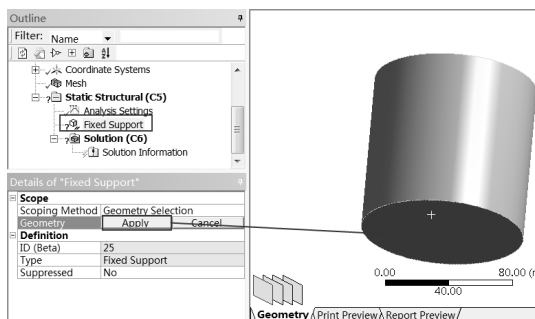

图 14-61 施加固定约束
Step3：选择 Fixed Support 选项，在工具栏中单击 按钮选择如图 14-61 所示的金属容器底面，单击 Details of “Fixed Support”（参数列表）中 Geometry 选项下的 按钮，即可在选中面上施加固定约束。